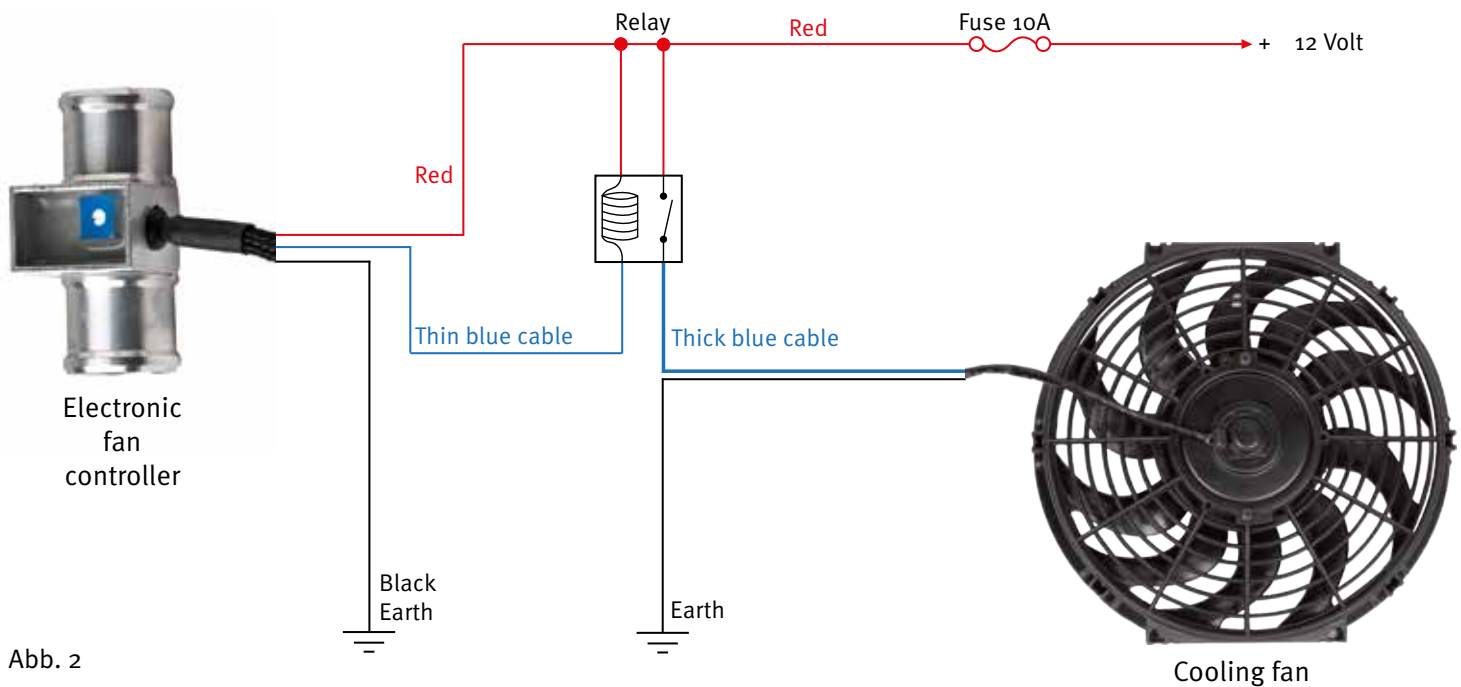

Abb. 2
4. Der Elektrische Anschluss (Abb. 2)